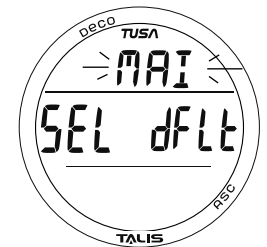

Abb. 17 - AUSWAHL UHR-STANDARDZEIT
**Auswahl der Standardzeit**, Informationen beinhalten (Abb. 17):